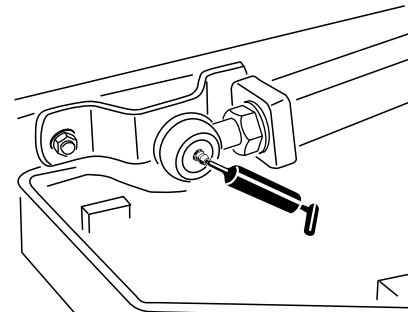

Figura 42
- 2 giunti a sfera del braccio di sollevamento (Figura 42)